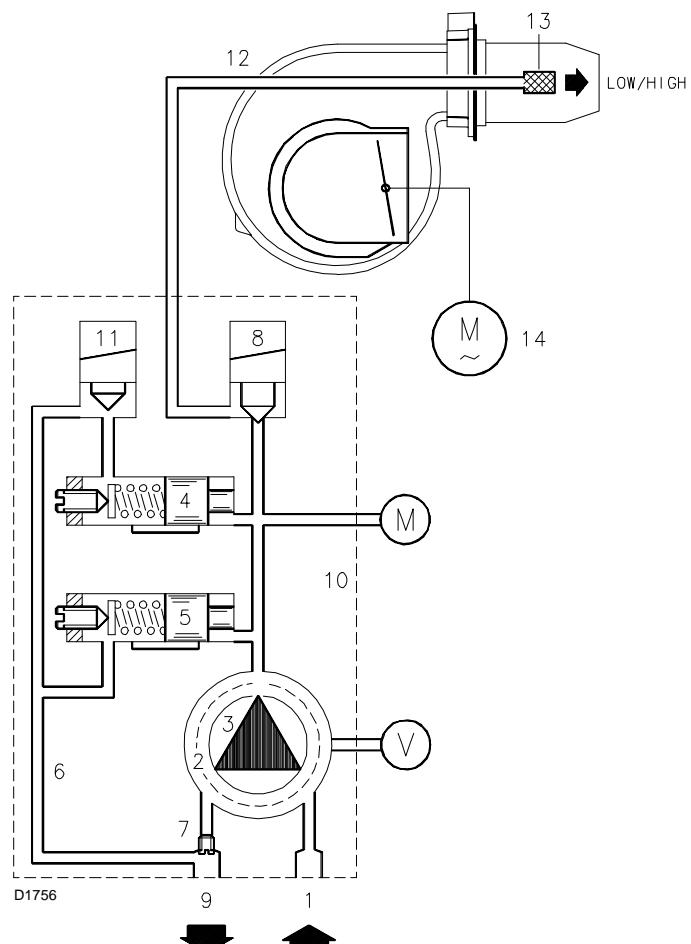

Fig. 25
- Quand la température, ou la pression, augmente jusqu'à l'ouverture de TR, l'électrovanne 11) (Fig. 25) s'ouvre et le brûleur passe de la 2ème à la 1ère allure de fonctionnement.